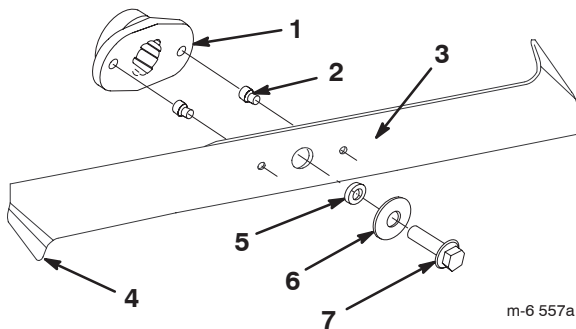

Figure 32
2. Inspectez les lames (Fig. 32). Si elles ne sont pas tranchantes ou si elles présentent des indentations, déposez et aiguisage les lames (voir Aiguisage des lames, page 32).
3. Inspectez les lames, surtout les bords recourbés (Fig. 32). Si les lames sont usées ou endommagées à ces endroits, remplacez-les immédiatement.
4. Si les goupilles de cisaillement sont cassées, remplacez-les immédiatement (Fig. 32).
3. Enlevez les boulons, les rondelles et les lames (Fig. 32). Pour enlever le boulon, bloquez éventuellement la lame en introduisant une cale en bois entre la lame et le carter de tondeuse.
1. Installez les lames, les rondelles et les boulons de fixation (Fig. 32).